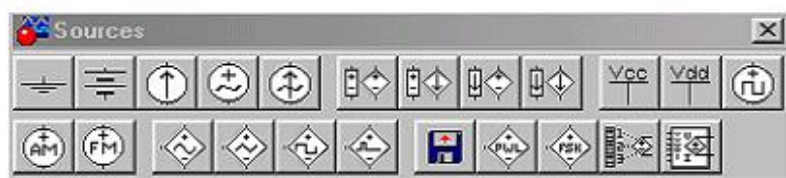

Рисунок 7.4 – Раздел активных элементов.
2. *Sources* (источники сигналов) – раздел, объединяющий группу активных элементов: идеальные источники постоянных и синусоидальных ЭДС и тока, а также источники с полиномиальной и нелинейной зависимостями напряжения во времени и источник ЭДС, информация о котором записана в файле данных, включая источники ЭДС и тока, управляемые напряжением и током, рисунок 7.4. В этом же разделе помещен компонент “заземление”.